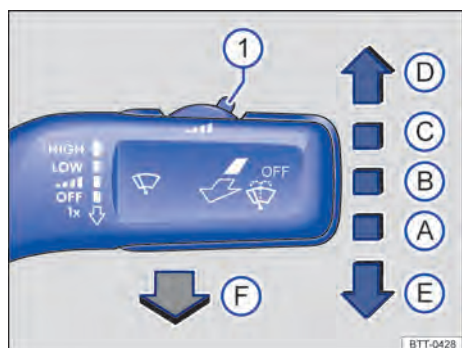

Fig. 102 À direita da coluna de direção: comandar os limpadores do para-brisa.
Limpeza com intervalos para o para-brisa . Com o interruptor ⇒ Fig. 102 , regular os intervalos (veículos sem sensor de chuva e de luz) ou a sensibilidade do sensor de chuva e de luz.
- Pressionar a alavanca dos limpadores do para-brisa brevemente para baixo ⇒ Fig. 102 (E).